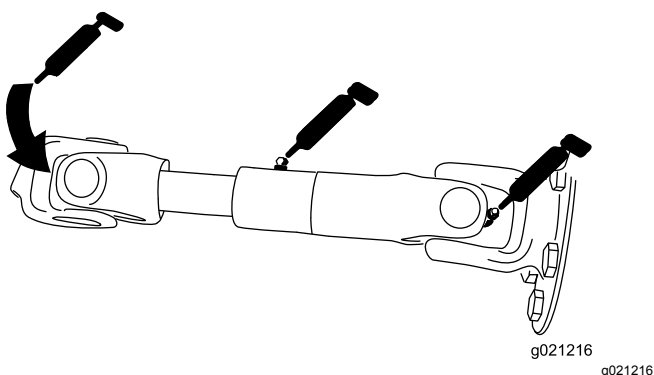

Figure 76
- Arbre d'entraînement de pompe (3) (Figure 76)